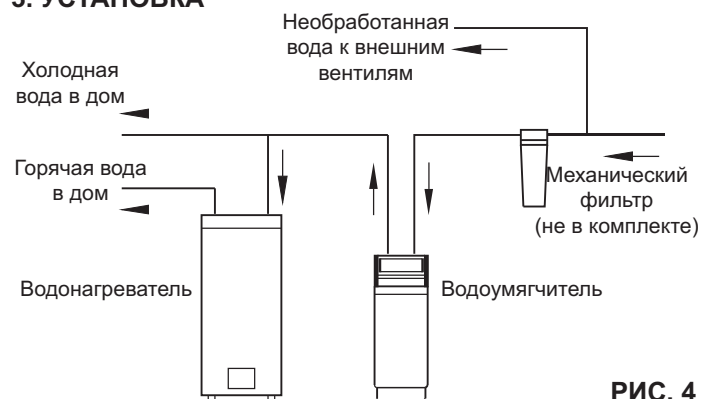

РИС. 4
12. Для фиксации шланга используйте шланговый хомут. Если местные нормы по проведению сантехнических работ не предусматривают использование гибкого сливного шланга, то следует использовать жесткую трубу. Купите в хозяйственном магазине обжимной штуцер (1/4" x 1,25 см наруж. диам.) и трубу с внешним диаметром 1,25 см. (см. рисунок 4).